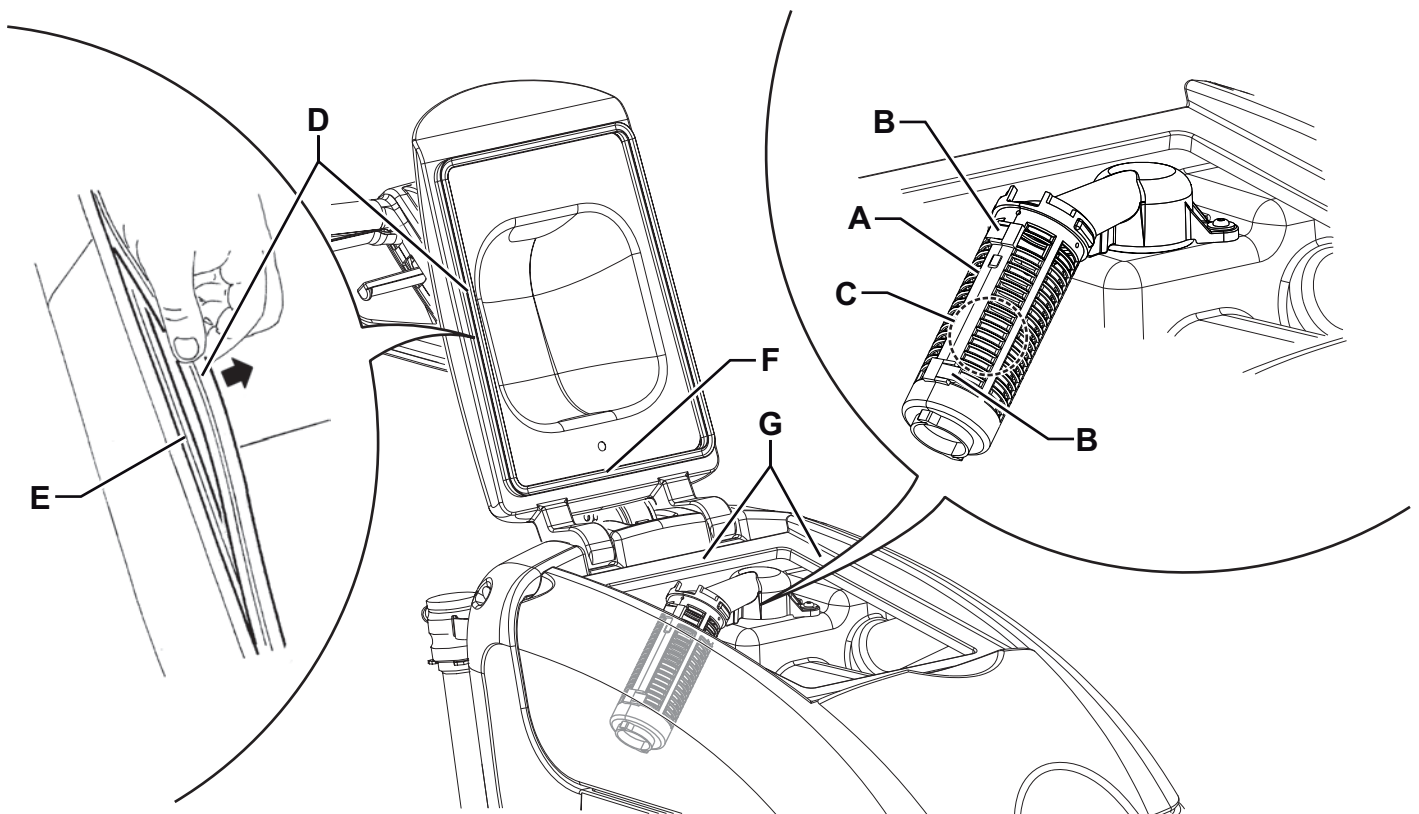

Abbildung 8
2. Sicherstellen, dass der Drehknopf (62) sich in der Position „0“ befindet.
3. Den Deckel (41) des Schmutzwassertanks öffnen und mit Frischwasser den Deckel, die Tanks (30 und 31) und das Ansauggitter (46) reinigen und waschen. Das Wasser aus den Tanks durch das Ansaugrohr (16) und die Leitung (18) ablassen.
4. Falls erforderlich, Haltevorrichtungen (B, Abb. 8) lösen, Gitter (A) öffnen und Schwimmer (C) entnehmen. Sorgfältig reinigen und wieder montieren.
5. Auf die Unversehrtheit der Deckeldichtung (D) des Schmutzwassertanks prüfen.